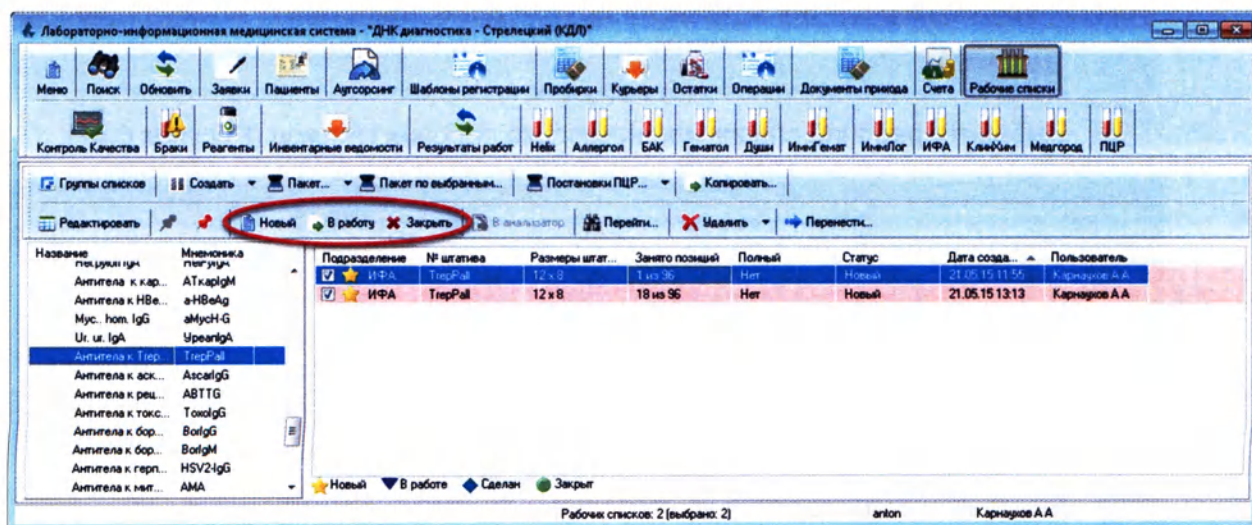

Рисунок 6.45
2. Нажмите кнопку «Новый»/ «В работу»/ «Закреть» в зависимости от ситуации (Рисунок 6.45):